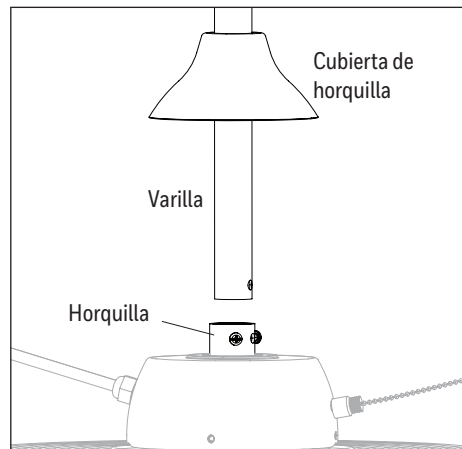

Figura 1.2
2. Afloje, pero no retire, los dos tornillos de fijación en la horquilla del ensamble del motor. Introduzca la varilla a través de la cubierta de la base, y la cubierta de la horquilla y deslice la varilla en la horquilla del ensamble del motor (Figura 1.2).